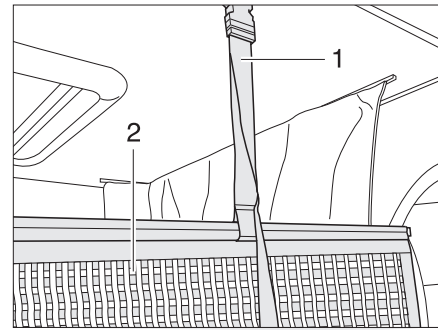

Fig. 129 Fixation filet de sécurité
Le filet de sécurité (Fig. 129,2) et les sangles de retenue sont rangés sous le matelas. Ne tendre le filet de sécurité qu'une fois que les personnes se trouvent dans le lit escamotable.
- Faire s'enclencher les sangles de retenue (Fig. 129,1) dans les œillets du plafond.